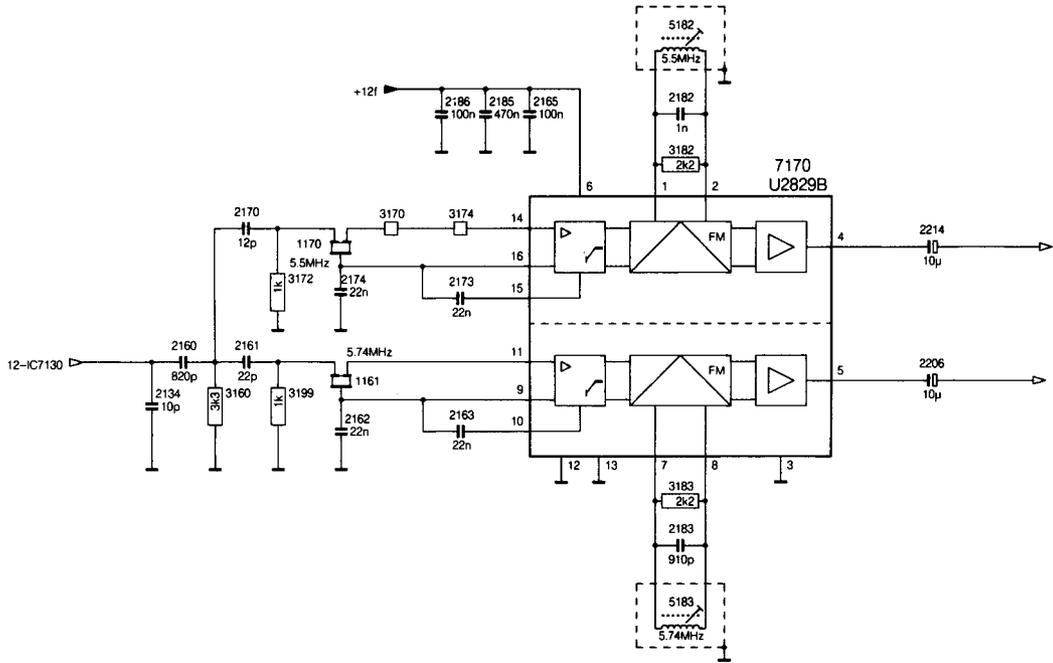

Bild 10.2a
10.2 Die Tondemodulatoren (Bild 10.2a + b)